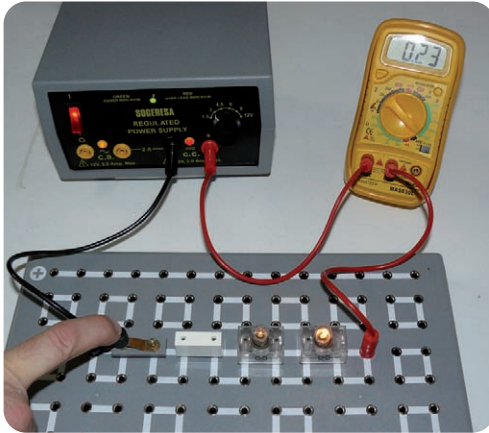

Figura.2 (F.A.: 3V cc)
4. Situar otra lámpara en serie con la anterior [figura 2.]. Utilizar la salida de 6V cc ¿Cómo brillan ahora? ¿Qué corriente pasa?